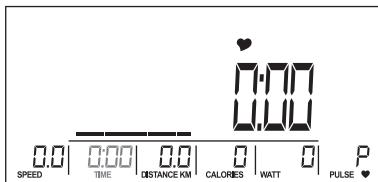

Abb. 19
- Verwenden Sie das Datenrad um die Trainingszeit einzustellen (Abb. 19).